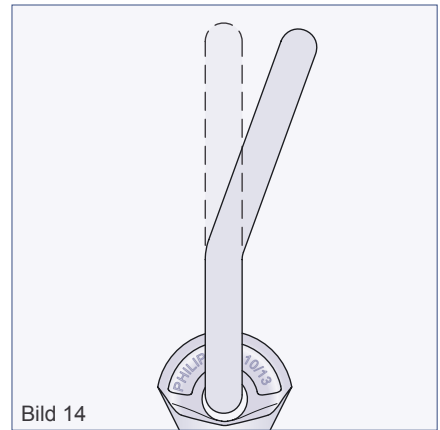

Bild 14
- Verbogenes Aufhängeglied (siehe Bild 14)